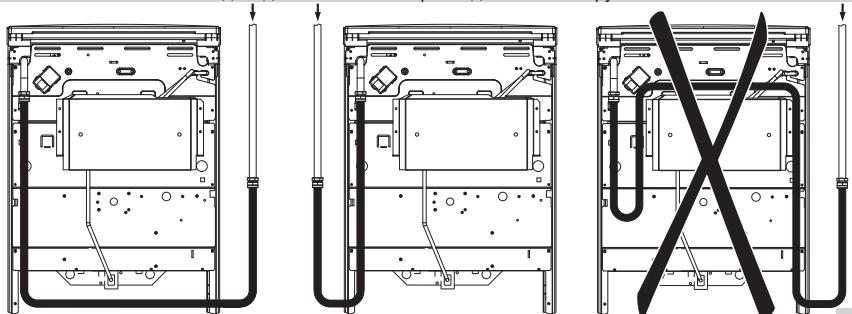

рис. 5
- гибкий присоединительный рукав не должен проходить в зоне горячего воздуха дымохода и касаться задней стенки плиты (рис. 5);
! ПОМНИТЕ! После установки плиты на место обязательно проверьте положение гибкого шланга подвода газа и шнура питания (рис. 5). Они не должны проходить над дымоходом и касаться задней стенки плиты. Во время работы духовки там возникает высокая температура, которая может их повредить.